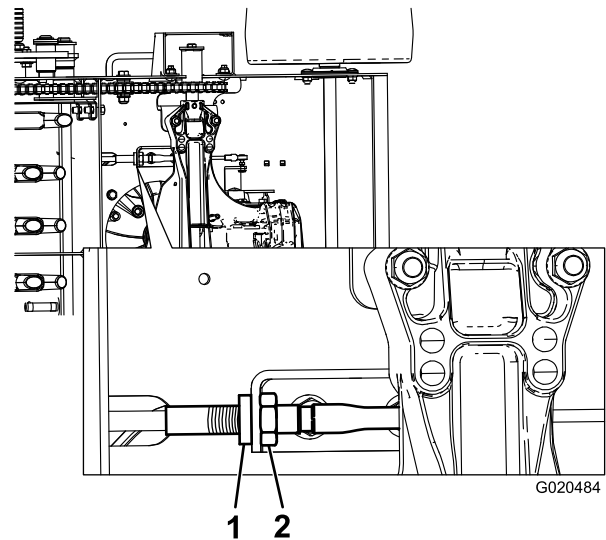

Bild 30
2. Stellen Sie das Fahrtriebskabel am unteren Anker ein. Schieben Sie hierfür die Mutter an das Ende des Gewindes und ziehen Sie die Klemmmutter an (Bild 30).